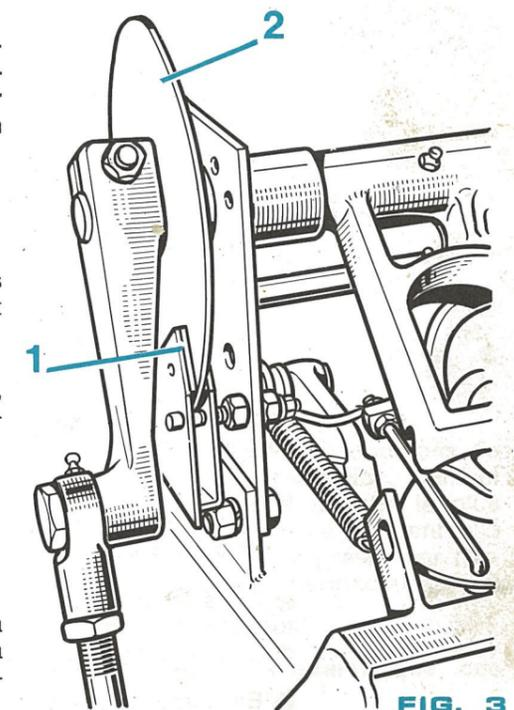

FIG. 3
Avant de manœuvrer un organe quelconque de la machine, décoller manuellement les garnitures 1 Fig. 3 et nettoyer soigneusement le disque (2) du frein d'arbre des noueurs.